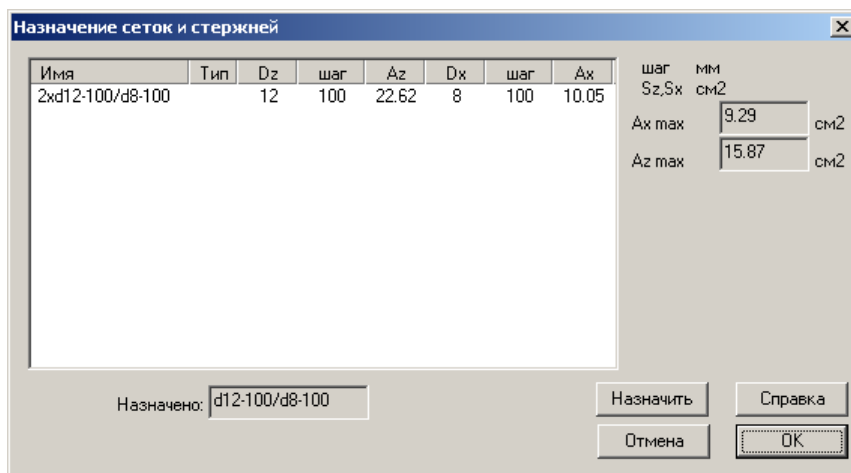

Рис.4.6.3. Окно диалога Назначение сеток и стержней
- В открывшемся окне диалога **Назначение сеток и стержней** (рис. 4.6.3) выполните следующие действия: